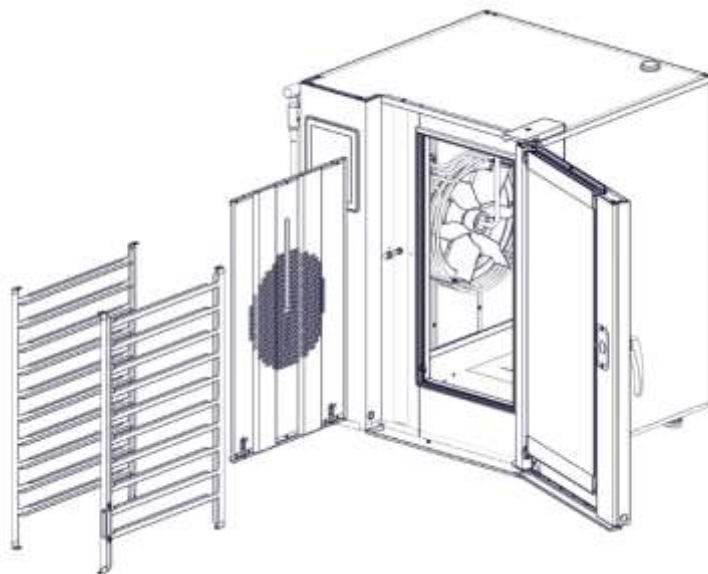

Рис. 35 – Демонтаж направляющих и перегородки
1. Снять направляющие и перегородку (рис. 35);